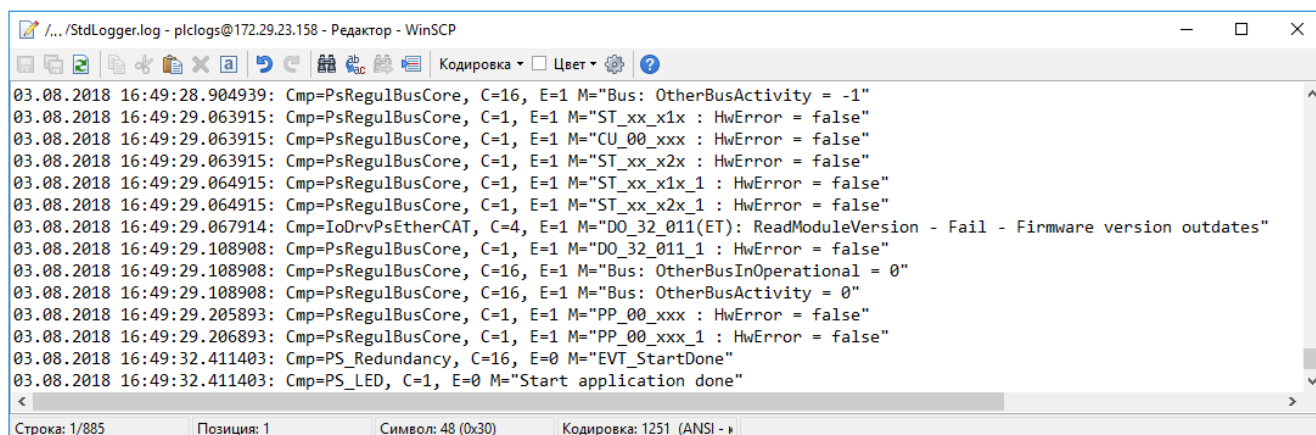

Рисунок 225 – Полный журнал событий
- откройте журнал с помощью редактора FTP-клиента (Рисунок 225). Временная метка для каждого события содержит данные с точностью до микросекунд.